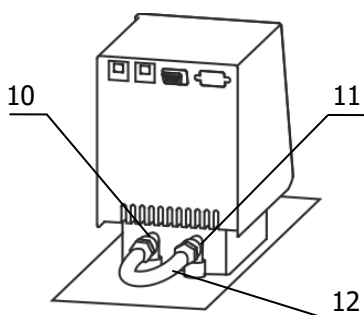

Рисунок 4 — Установка перемычки
2.2.6 Соединить входной 10 и выходной 11 штуцеры насоса блока регулирования с помощью шланга-перемычки 12 (рисунок 4) и хомутов из комплекта поставки блока регулирования.